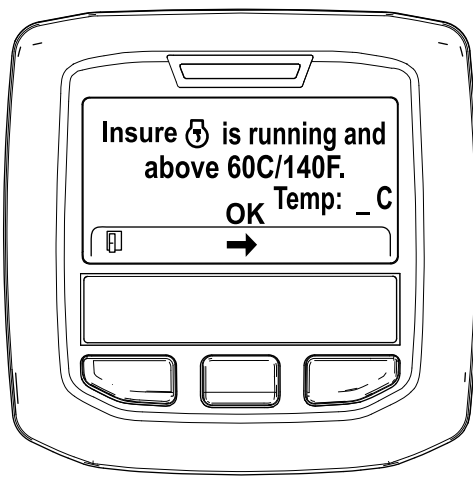

Figura 45
5. Se la temperatura del refrigerante è inferiore a 60°C, viene visualizzato il messaggio "Assicurarsi che  sia in funzione e sopra 60°C". (Figura 45).